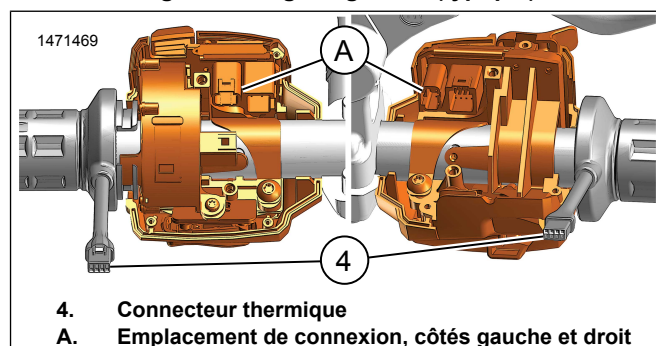

Figure 3. Emplacements des connecteurs thermiques
- c. Voir la figure 3. Débrancher le connecteur de la poignée chauffante (A).
- a. Voir la figure 3. Débrancher le connecteur de la poignée chauffante (A).
- a. Voir la figure 3. Brancher le connecteur thermique (4) à l'emplacement (A).
3. Voir la figure 3. Brancher le connecteur thermique (4) à l'emplacement (A).